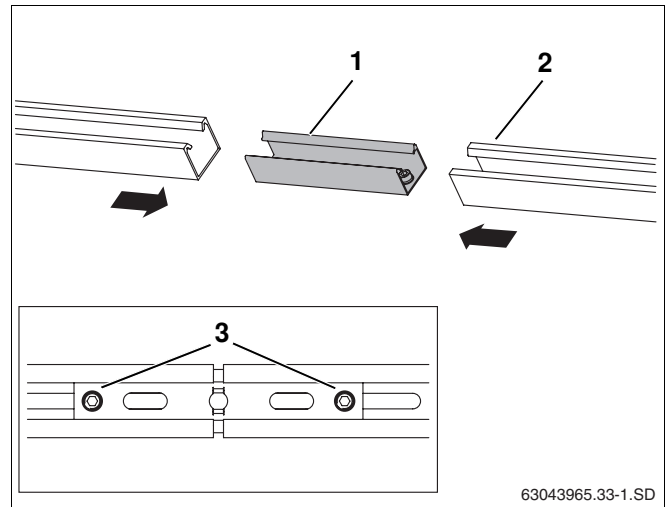

Fig. 31 Relier les rails profilés
- ▶ Glisser le connecteur fig. 31, **Pos. 1**) dans les deux rails profilés jusqu'à la butée fig. 31, **Pos. 2**).
- ▶ Pour l'arrêt, serrer les deux chevilles filetées M10 fig. 31, **Pos. 3**) dans le connecteur avec la clé plate SW5.